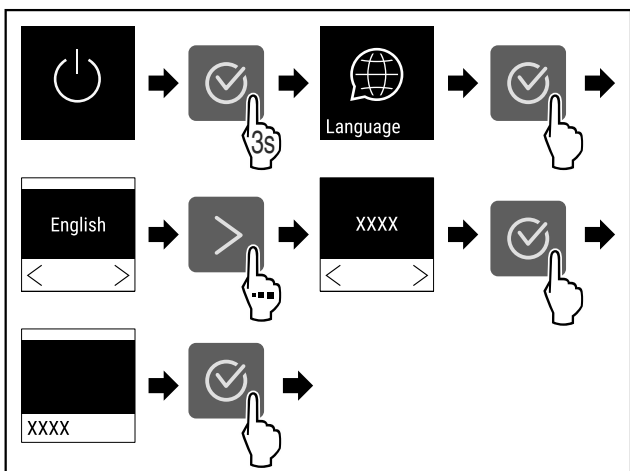

Fig. 55
- ▶ Obavite korake postupka (pogledajte Fig. 55).